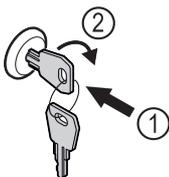

Fig. 161
- ▶ Schlüssel hineindrücken. Fig. 161 (1)
- ▶ Schlüssel um 90° im Uhrzeigersinn drehen. Fig. 161 (2)